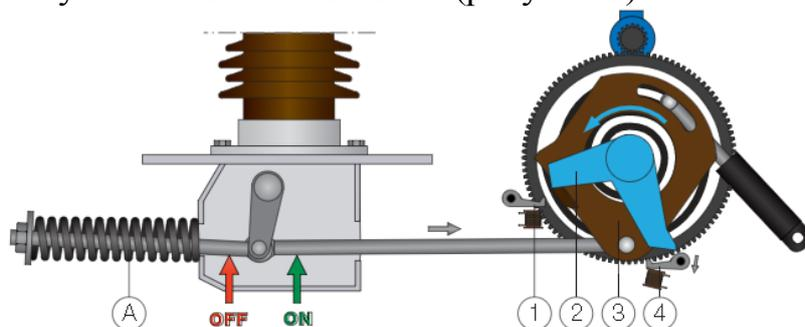

Рис. 5. Операция включения
3. Операция включения. Немедленное включение выключателя происходит при освобождении включающей защелки (4). Приводной рычаг (2) переводит направляемый эксцентриком включающий рычаг (3) во включенное положение. Вместе с этим происходит также взведение отключающей пружины (А). В конечном положении включающий рычаг (3) фиксируется отключающей защелкой (1) во включенном положении. Приводной рычаг (2), под действием направляемого эксцентриком рычага (3), освобождается и движется до тех пор, пока не достигнет устойчивого положения (рисунок 5).